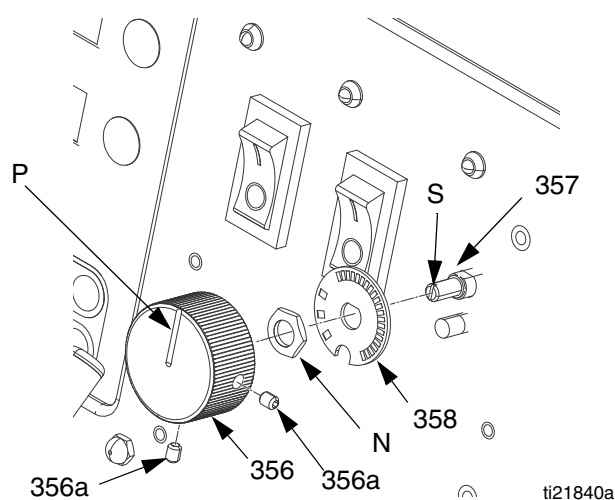

Fig. 9: Manopola delle funzioni/potenziometro
4. Vedere la FIG. 9. Rimuovere due viti di regolazione (356a) ed estrarre la manopola delle funzioni (356) dall'albero del potenziometro (357).
5. Rimuovere il dado (N. parte di 357) e la piastra di ritenzione (358).
6. Installare un nuovo potenziometro (357) seguendo l'ordine inverso. Posizionare il potenziometro in modo che la fessura (S) risulti orizzontale. Posizionare la manopola (356) in modo che il puntatore (P) sia rivolto verso l'alto. Installare la manopola sull'albero in modo che la fessura (S) si incastri nel perno di allineamento della manopola. Spingere la manopola sull'albero contro la molla di ritenzione prima di serrare le viti di regolazione (356a).